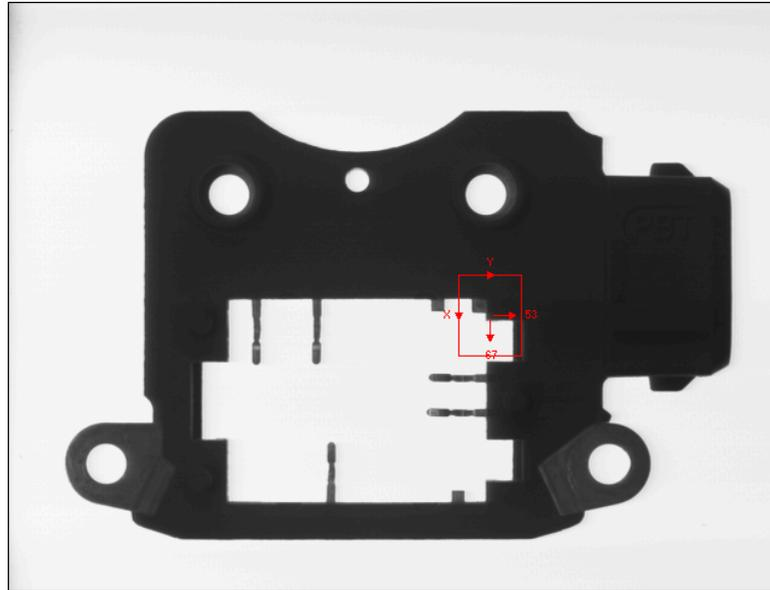

Figure 8-22. Définition d'une Région modèle
5. Positionnez la région de sorte qu'elle englobe entièrement le modèle que vous souhaitez mémoriser, puis validez vos modifications. Un exemple vous est proposé Figure 8-22. Définition d'une Région modèle.